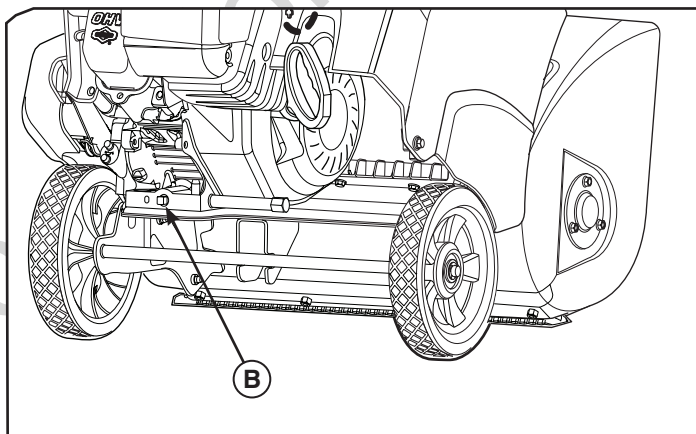

Figure 7
2. Enlever le bouchon de vidange d'huile (B, Figure 7) et incliner légèrement la souffeuse à neige pour vidanger l'huile dans un contenant approprié.